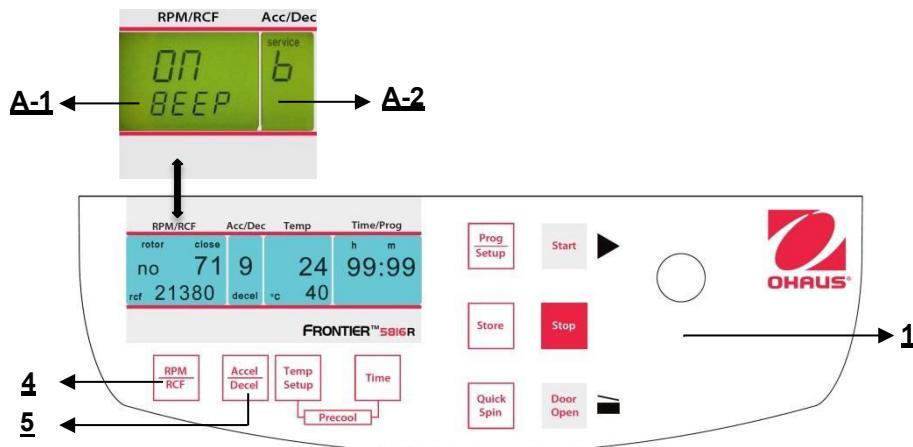

Abbildung. 38
Fahren Sie fort wie unter Punkt 4.1.1 beschrieben, um in den Programmmodus einzutreten und drücken Sie dann die Taste "Accel/Decel" (5). Auf der Anzeige "Acc/Dec" (A-2) blinkt das Wort "Service". Wählen Sie nun den Buchstaben "B" mit Hilfe des Anpassungsknopfes (1). Als Ergebnis erscheinen auf der Anzeige "RPM | RCF" (A-1) die Worte "ON/BEEP". Nach dem Drücken der Taste "RPM | RCF" (4) können Sie das Tastaturgeräusch mit dem Anpassungsknopf (1) ein- (On) oder ausschalten (Off). (Siehe Abbildung 38).